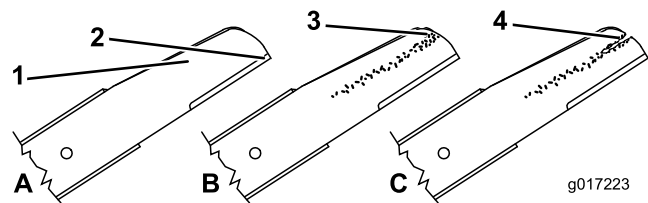

Figura 34
1. Inspeccione los filos de corte (Figura 34). Si los filos de corte no están afilados o tienen muescas, retire las cuchillas y haga que las afilen o cámbielas.
2. Inspeccione las cuchillas, especialmente la parte curva (Figura 42). Si observa cualquier daño o desgaste, o la formación de una ranura en esta zona (Figura 34), cambie las cuchillas inmediatamente por cuchillas nuevas.